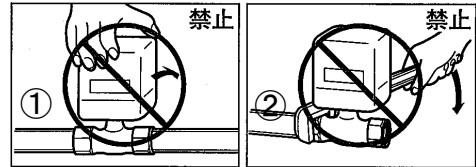

図 8
- 図 8-①, ②のようにパイプレンチを使用してバルブを締付けたり、アクチュエータ部に力を加え、姿勢矯正を行わないでください。バルブを破損させる恐れがあります。